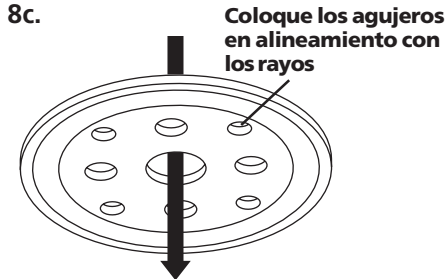

Figura 8b - Junta de la caja del interruptor
2. Identifique el lado superior de la junta de la caja del interruptor, observando el borde elevado circular en la junta. Vea la Figura 8b.